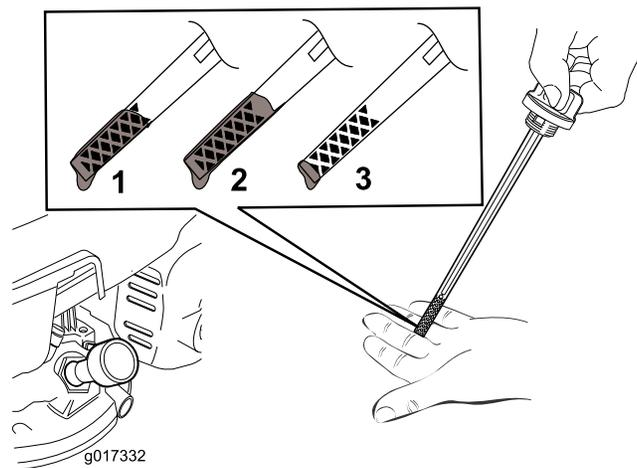

図 21
**注** ディップスティックで量を確認しながら 図 21 に示される適正量までオイルを入れる。オイルを入れすぎてしまった場合には、5 の項に従って余分なオイルを抜き取ってください。